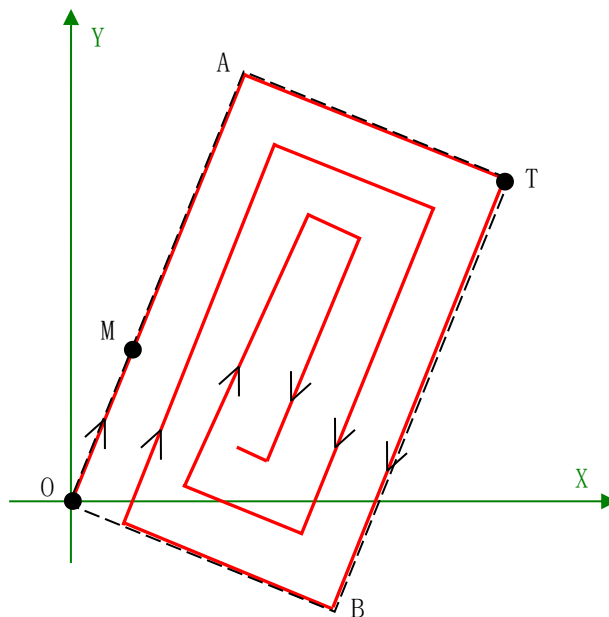

图 7.26 渐开线模式的矩形插补运动示意图
如图 7.26 所示，要进行一次渐开线模式的矩形插补运动，必须确定以下三个参数：
- (1) 对角位置，如图 7.26 中的点 T，该点确定了矩形的对角点。
- (2) 矩形方向标记位置，如图 7.26 中的点 M。矩形方向标记位置确定了矩形插补运动第一条边的运动方向，该方向为射线 OM 的方向。
此时，通过对角位置坐标及矩形边的方向，则可以确定该矩形区域的框架，如图 7.26 中的矩形 OATB。
- (3) 圈数，如图 7.26 中矩形插补运动的圈数为 3。通过圈数参数，可以设置在指定矩形区域内进行矩形区域渐开线插补运动的圈数。